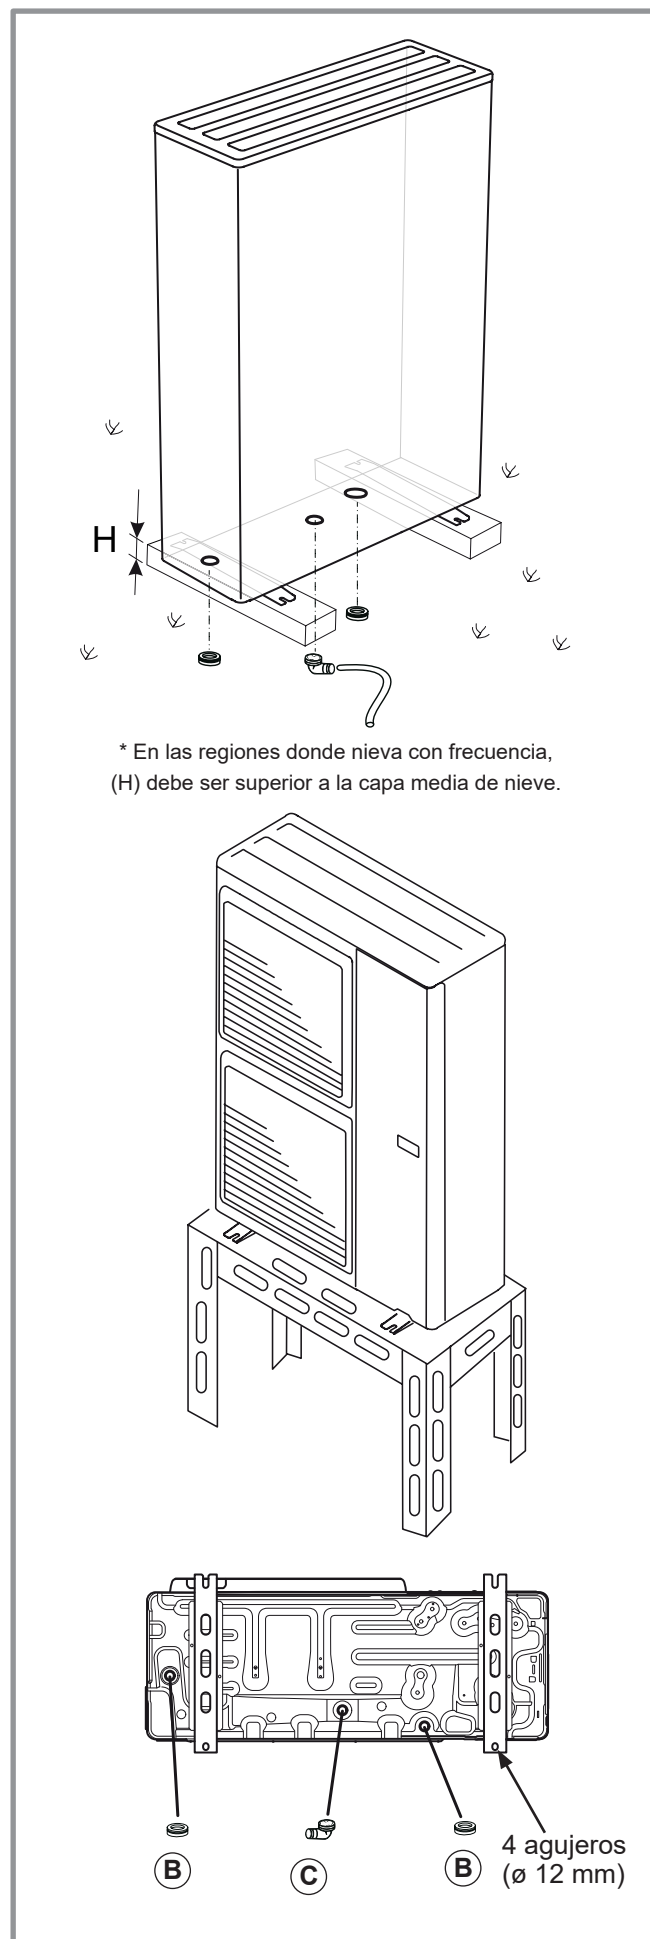

figura 14 - Instalación de la unidad exterior, evacuación de condensados
- Se puede evacuar agua del aparato, aunque esté en funcionamiento. No instale el aparato en una terraza, sino preferiblemente en un lugar drenado (lecho de grava o arena). Si la instalación se realiza en una región donde la temperatura pueda ser inferior a 0°C durante un largo periodo de tiempo, asegúrese que la presencia de hielo no representa ningún peligro. También se puede conectar un tubo de evacuación en la unidad exterior (figura 14).
La unidad exterior debe tener una sobre elevación de al menos 50 mm en relación con el suelo. En las regiones donde nieva, esta altura debe aumentarse pero no debe superar 1.5 m (figura 14).
(consulte figura 14).